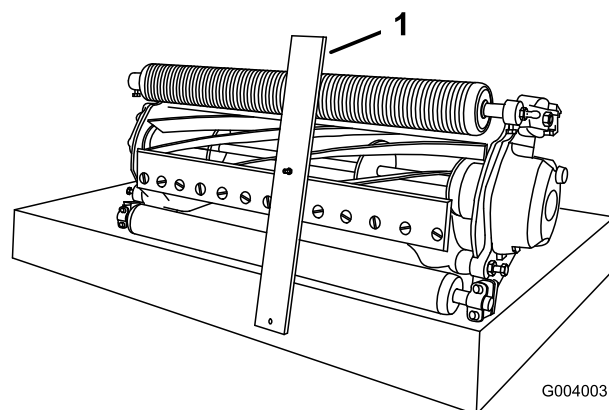

Figura 16
3. Prenda a cabeça do parafuso à extremidade cortante da lâmina de corte e apoie a extremidade traseira da barra no rolo traseiro (Figura 16).